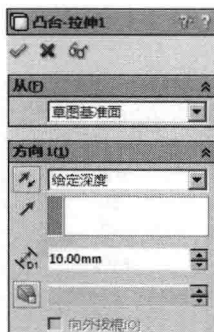

图 1-13 属性管理器
- (2) PropertyManager(属性管理器)，为草图、特征、装配体配合等诸多功能提供设置，如图 1-13 所示。